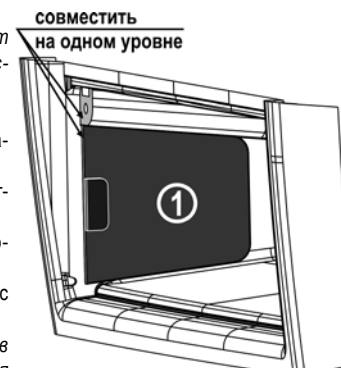

Рис.3 Установка кронштейнов
- 5.4 Закрепить два кронштейна на боковые стенки отсека "OPEN" соответственно (поз.1 рис.3).